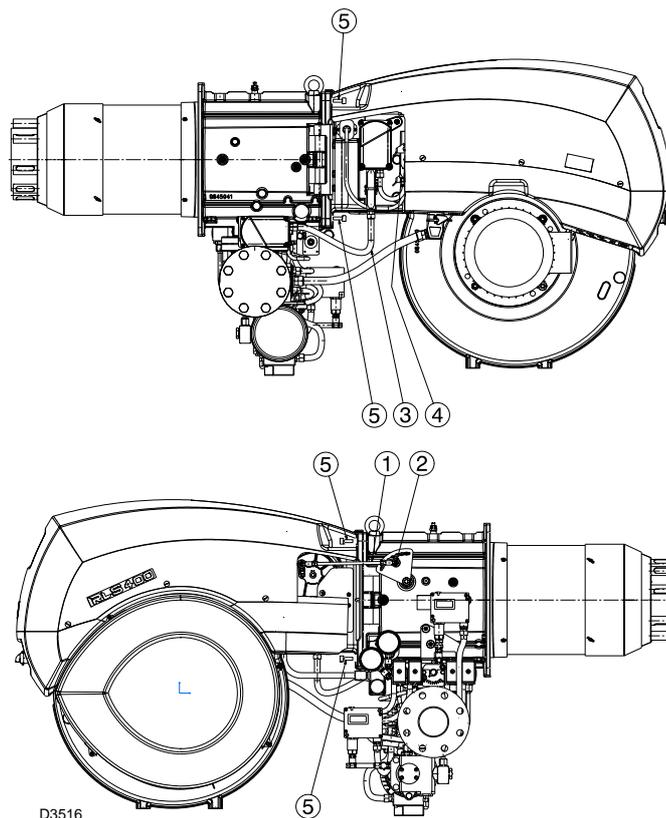

Abb. 40
- Die Zugstange 1)(Abb. 40) des Hebels zur Kopfbewegung durch Lockern der Mutter 2) entfernen.